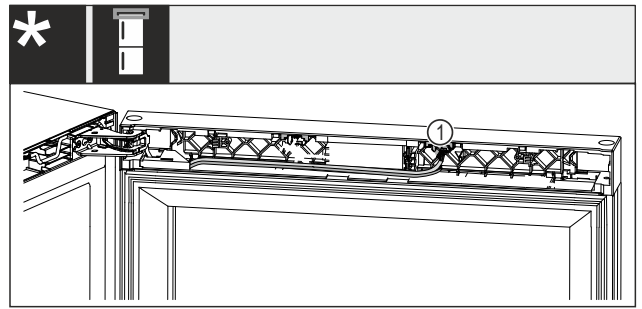

Fig. 25 Wein-Gefrier-Kombinationen*
- ▶ Stecker Fig. 25 (1) aus dem Nest herausziehen.*